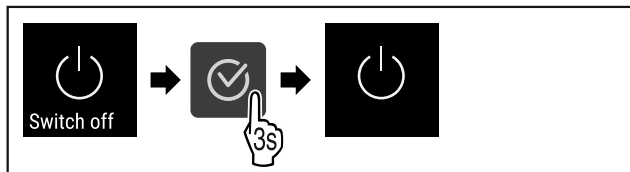

Fig. 28
- ▶ Wykonać czynności (patrz Fig. 28) .